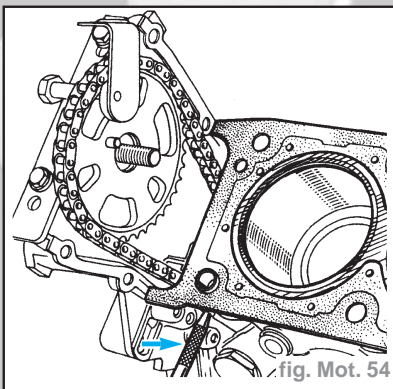

fig. Mot. 54
- Retirer les deux tiges de Ø 3 mm (fig. Mot. 54).